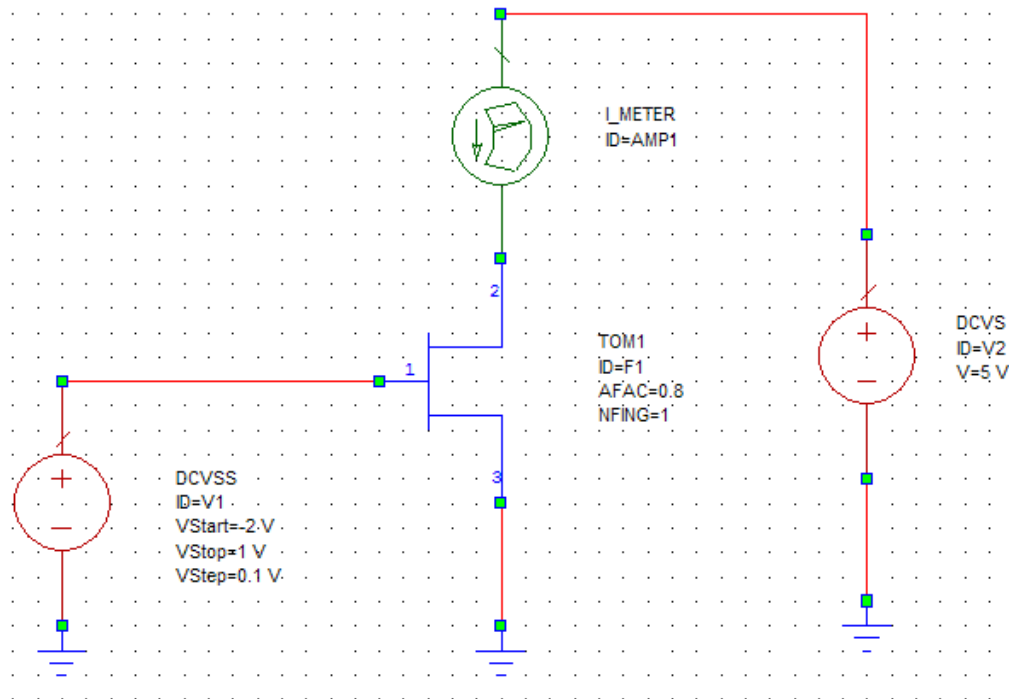

Рис. 4.5. Схема расчета проходной ВАХ транзистора
5.4.3. Для измерения выходного тока в цепь стока установить амперметр «I_METER», который находится в папке «MeasDevice» дерева элементов. Собрать схему и заполнить свойства на источники «DCVS» и «DCVSS» в соответствии с рис. 4.5.